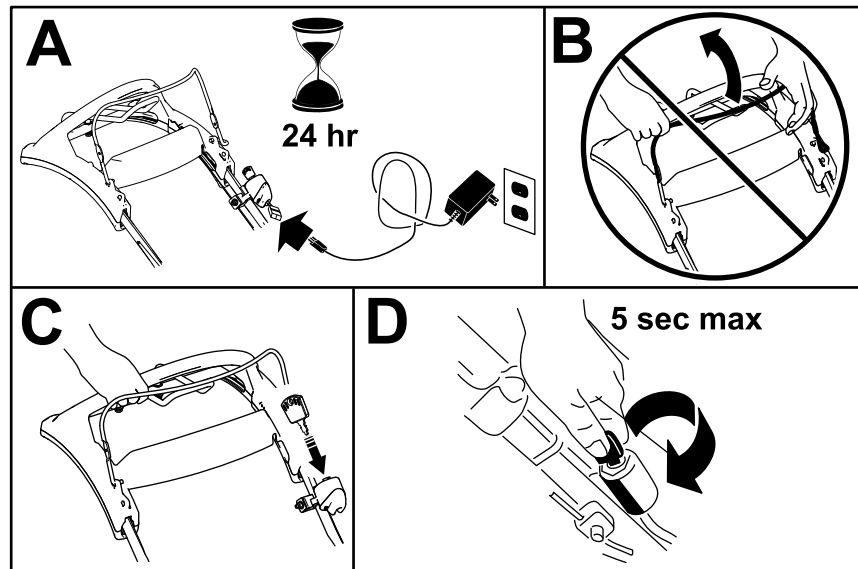

Figura 15
1. Cargue la batería durante 24 horas antes de usar la máquina por primera vez (Figura 15, A).
**Importante:** No intente arrancar el motor con la barra de control de las cuchillas engranada; de lo contrario, puede fundir el fusible (Figura 15, B).
2. Inserte la llave en el contacto (Figura 15, C).
3. Gire la llave de contacto a la posición de Arranque y manténgala en esa posición; cuando el motor arranque, suelte la llave (Figura 15, D).